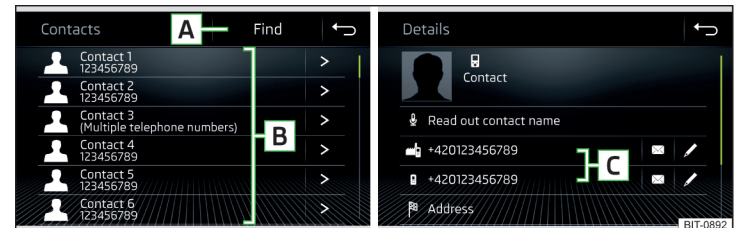

Abb. 147 Liste der Telefonkontakte / Kontaktdetails
- › Im Hauptmenü *Telefon* die Funktionsfläche  antippen, es wird eine Liste der Telefonkontakte angezeigt » Abb. 147.